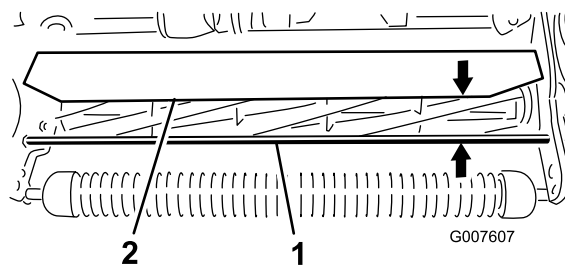

Рисунок 58
1. Измерьте расстояние от верха переднего несущего стержня до переднего края щитка на каждой стороне режущего блока (Рисунок 58).